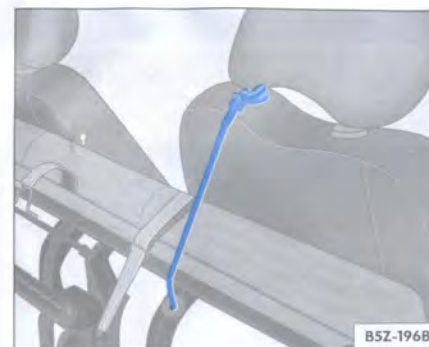

Fig. 72 Asiento inclinado fijado con la cinta elástica roja en la varilla del apoyo para cabeza
– Localice la cinta elástica roja que está situada en la parte inferior del asiento y encaje el gancho de la cinta elástica roja en la varilla del apoyo para cabeza del asiento del pasajero, inmovilizando el conjunto ⇒ fig. 72 ⇒ ⚠.
- Suelte el gancho de la cinta elástica roja de la guía del apoyo para cabeza ⇒ página 91, fig. 72 y encájelo debajo del asiento trasero ⇒ fig. 74.